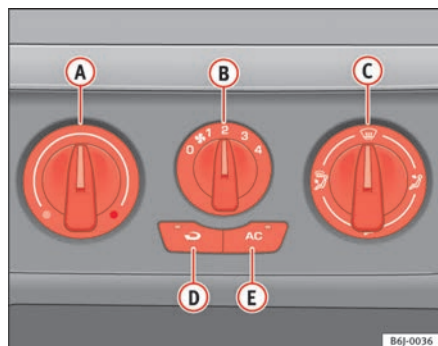

Fig. 86 Mandos de la calefacción en el tablero de instrumentos
- Gire el regulador de temperatura ⇒ fig. 86 **A** hacia la izquierda.
- Gire el regulador de la temperatura ⇒ fig. 86 **A** hacia la derecha hasta alcanzar el grado de calefacción deseado.
- Gire el regulador de la temperatura ⇒ fig. 86 **A** hacia la derecha hasta el nivel máximo de calefacción.
- Gire el regulador de temperatura ⇒ página 125, fig. 86 **(A)** hacia la zona de calefacción.